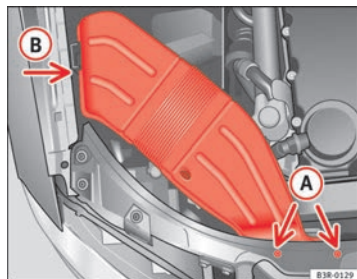

Fig. 216 Conducción de ventilación en el lado derecho del vehículo
- Desenrosque los tornillos **A** ⇒ fig. 216.